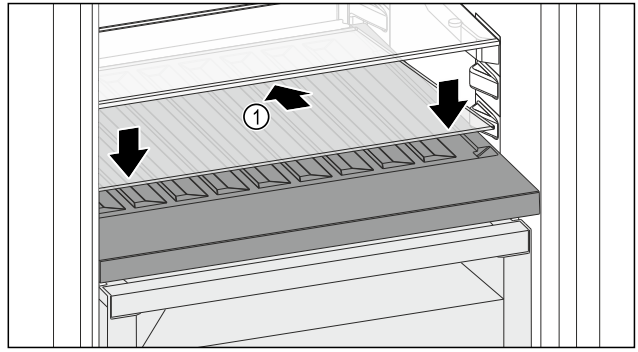

Fig. 166
- Placer la plaque de verre Fig. 166 (1) en biais et inclinée vers le bas.
- Abaisser l'avant de la plaque de verre Fig. 166 (1).